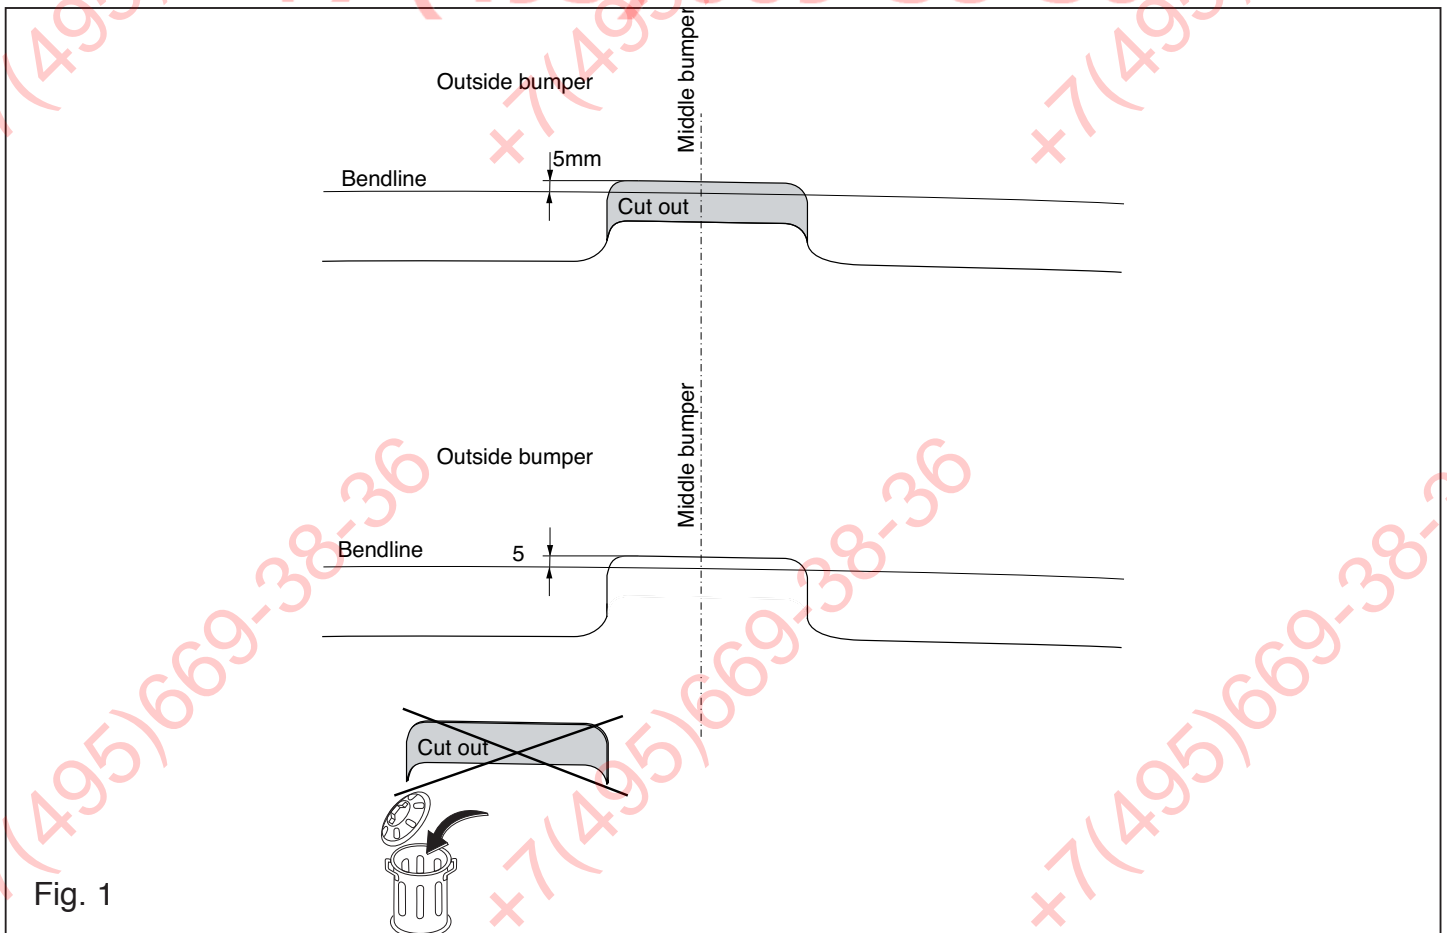

Fig. 1
3. middle of the underside of the bumper as shown in fig 1.
2. **Für 2011-> Fahrzeuge gilt:** Auf der Unterseite der Stoßstange einen Teil aus der Mitte gemäß Abbildung 1 ausschneiden.